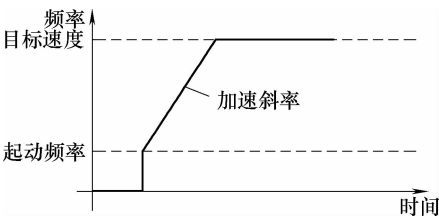

图 14-13 恒速运动
1) 恒速运动，即 d1 轴的速度控制，如图 14-13 所示。